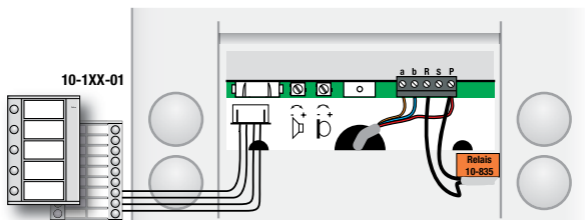

Fig. 3 : bornes de raccordement et réglage du volume
Passez le câble (minimum une paire) à travers l'ouverture prévue à cet effet au dos du poste extérieur audio. Montez le poste extérieur audio à une hauteur de 140 à 150 cm en utilisant les trous de montage prévus à cet effet. Raccordez trois fils du câble aux bornes a, b et P du poste extérieur audio en cas d'une connexion à trois fils (fig. 3).
**En option,** vous pouvez raccorder un relais de commande de gâche électrique (10-835) supplémentaire au poste extérieur audio. Les bornes P et R sont prévues à cet effet (fig. 3).